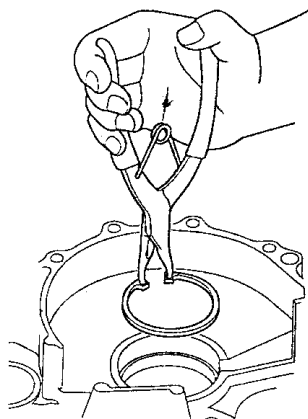

图 5-151 安装定位环
1) 如图 5-151 所示，使用卡钳将定位环安装到变速器壳体上。